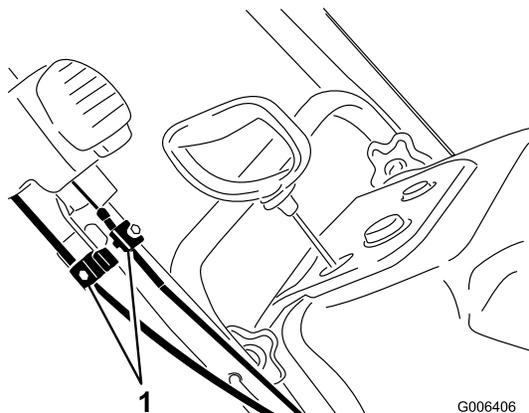

Figure 40
- Desserrez les serre-câbles des 2 câbles de commande Quick Shoot (Figure 40).